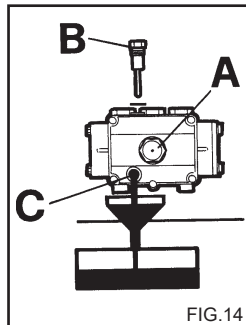

FIG. 14
- 2) Dévisser le bouchon de la tige de contrôle de niveau (fig. 14).